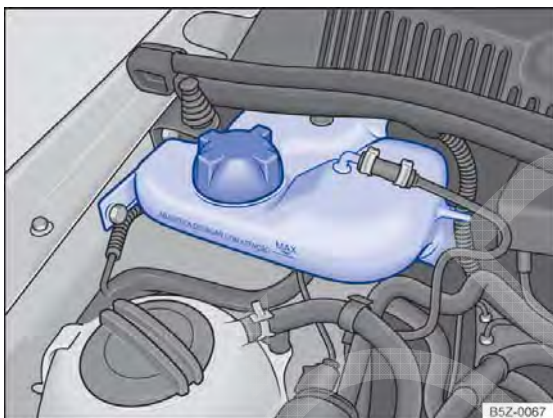

Fig. 134 No compartimento do motor: reservatório de gasolina para o sistema de partida a frio para motores 1.6 (válido somente para o motor CCRA).
O reservatório de gasolina do sistema de partida a frio encontra-se no compartimento do motor, no lado direito → Fig. 134.
- Nunca ultrapassar a marca "MAX" indicada no reservatório → Fig. 134.